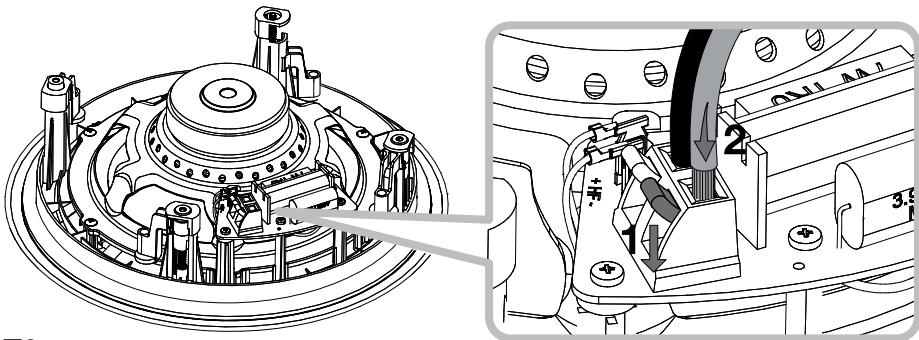

図3
4.3 次に、スピーカーケーブルをバッフルの側面にあるスプリング端子に接続します。スピーカーを正しい極に接続するようにしてください。つまり、アンプのプラス電極に接続したケーブルは、フレームの赤いスプリング端子に、同様に、アンプのマイナス電極に接続したケーブルは、フレームの黒いスプリング端子に接続してください。ケーブルの接続については図3をご覧ください。